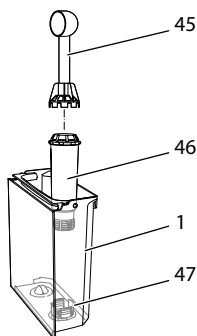

Fig. 25: Vissage/dévisage du filtre à eau
- Retirer le filtre à eau quand l'appareil y invite. (voir Fig. 25 *Vissage/dévis-sage du filtre à eau* à la page 148).